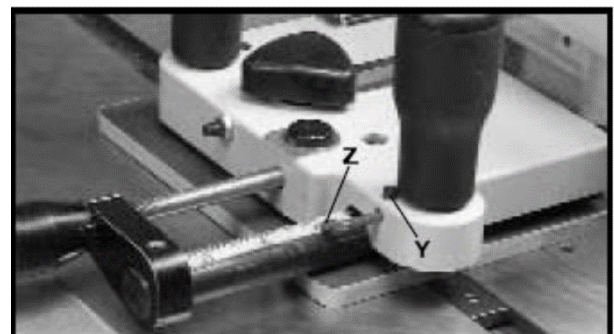

Рисунок 19
11. Ослабьте винт (Y), Рис. 19, и установите указатель (Z) на отметку шкалы 1/8" (3,1 мм).